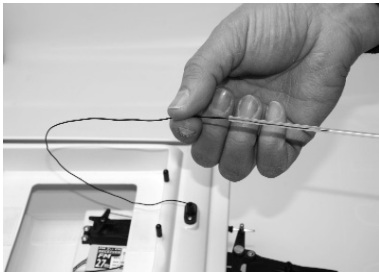

Figure. 1
- Passer l'antenne de réception dans le tube de guidage (figure. 1): attention prendre soin de ne pas tirer sur le fil d'antenne. Cela pourrait l'endommager et perturber le bon fonctionnement du récepteur. Enlever les plis de l'antenne en la passant plusieurs fois entre les doigts.